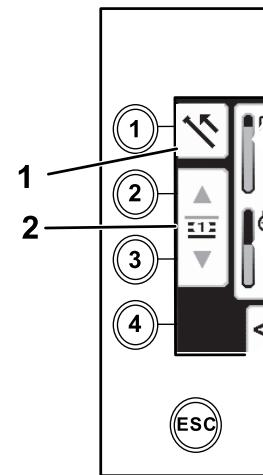

Figura 7
1. Pulse el botón 1 para seleccionar la opción Tirar del tubo (Figura 7).
2. Pulse los botones 2 y 3 para seleccionar la fila en la que desea colocar el tubo (Figura 7).